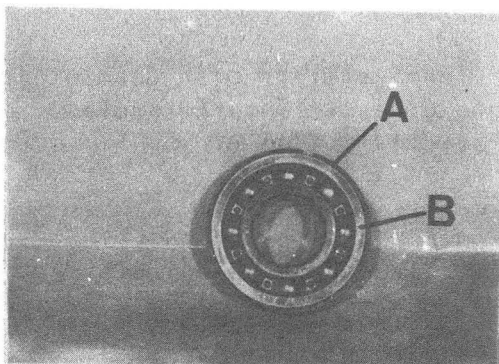

Fig. C1-89 Rodamiento eje primario
2.1. Montar el anillo elástico, A (Fig. C1-89) sobre el nuevo rodamiento, B, del eje primario.